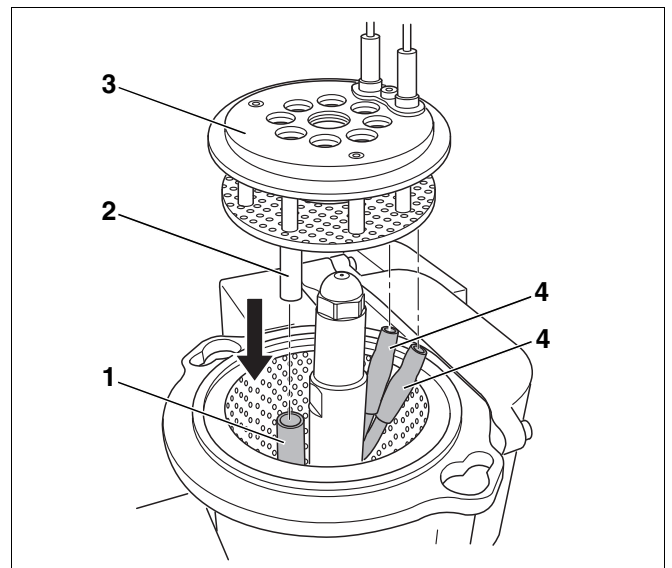

Abb. 49 Mischsystem montieren
- Mischsystem (Abb. 49, **Pos. 3**) wieder einsetzen.
- Zündleitungen (Abb. 49, **Pos. 4**) korrekt befestigen.
- Sichtrohr (Abb. 49, **Pos. 2**) in das Halterohr (Abb. 49, **Pos. 1**) schieben.